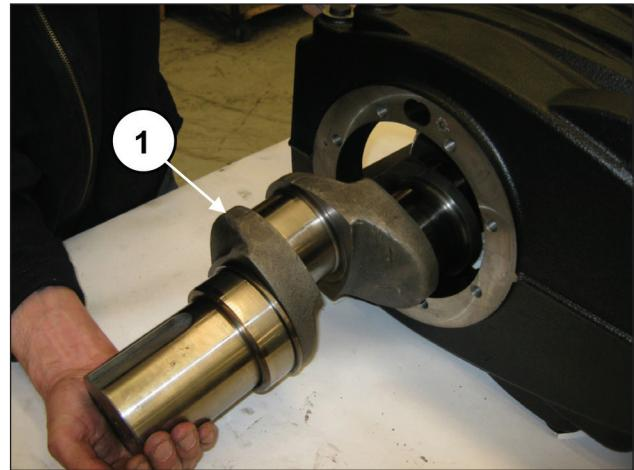

Рис. 31
Вытяните из картера со стороны ВОМ коленвал (поз. ①, Рис. 31).